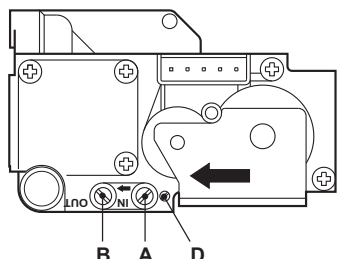

fig. 10 - Válvula de gas
- Conectar un manómetro apropiado a la toma de presión "B"fig. 10 situada aguas abajo de la válvula de gas
- Regular la presión mínima con el tornillo "D"fig. 10(girar a la derecha para disminuirla y a la izquierda para aumentarla).